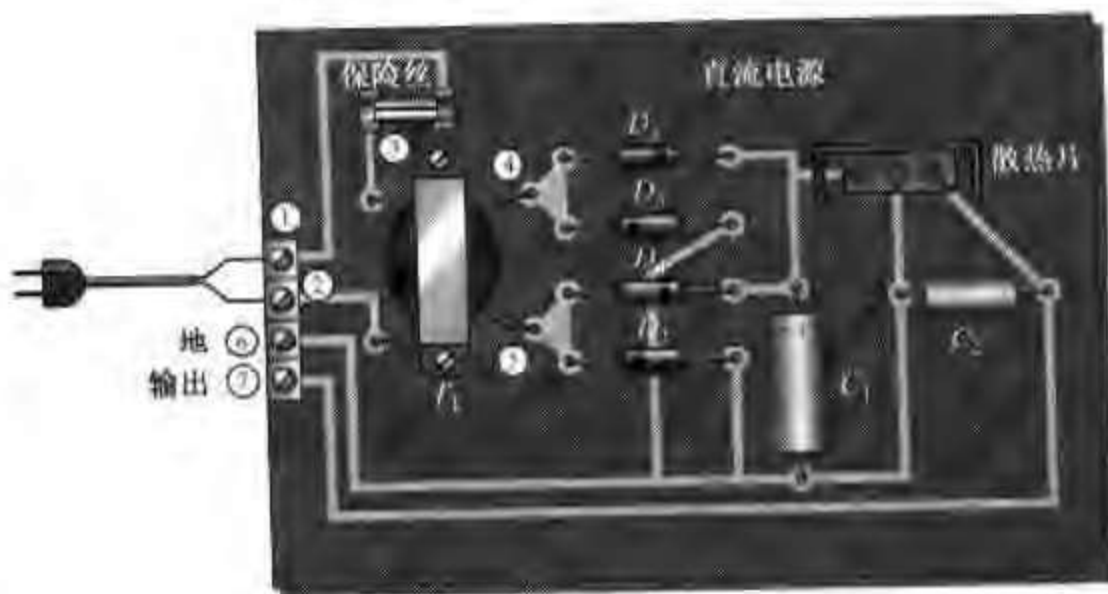

图 15.40 电源系统(俯视)
有 4 个完全相同的电源系统需要进行检修,如图 15.40 所示。在电源到变压器 T_1 初级绕组的线路中装有保险丝, T_1 的次级绕组连接到包含有整流器、滤波器和稳压器的电路板上,各测量点由带圆圈的数字表示。
- 根据图 15.41 所示的读数,确定该系统是否工作正常。如果不正常,问题归结到以下几个方面中的一个:包括整流器、滤波器和稳压器的电路板、变压器、保险丝或者电源。万用表的接入点附近带圆圈的数字与图 15.40 中电源系统所标的数字是一致的。